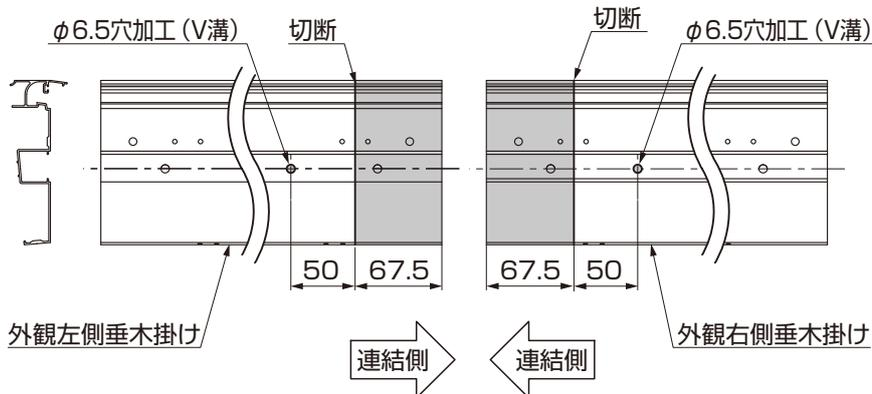

図2-1 連棟の場合の垂木掛けの加工
- ①連結する側の垂木掛け端部を、図2-1を参照して加工してください。
- ②垂木掛け取付け用の穴位置を躯体にけがいて、φ5の下穴をあけてください。